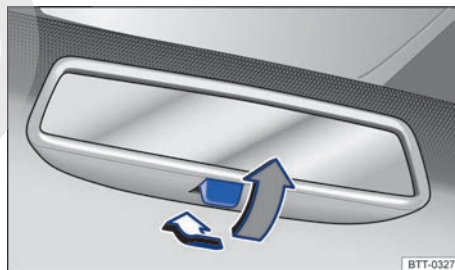

Fig. 84 En el parabrisas: retrovisor interior antideslumbrante manual.
- Para oscurecer el retrovisor, tire de la palanca hacia atrás → fig. 84.